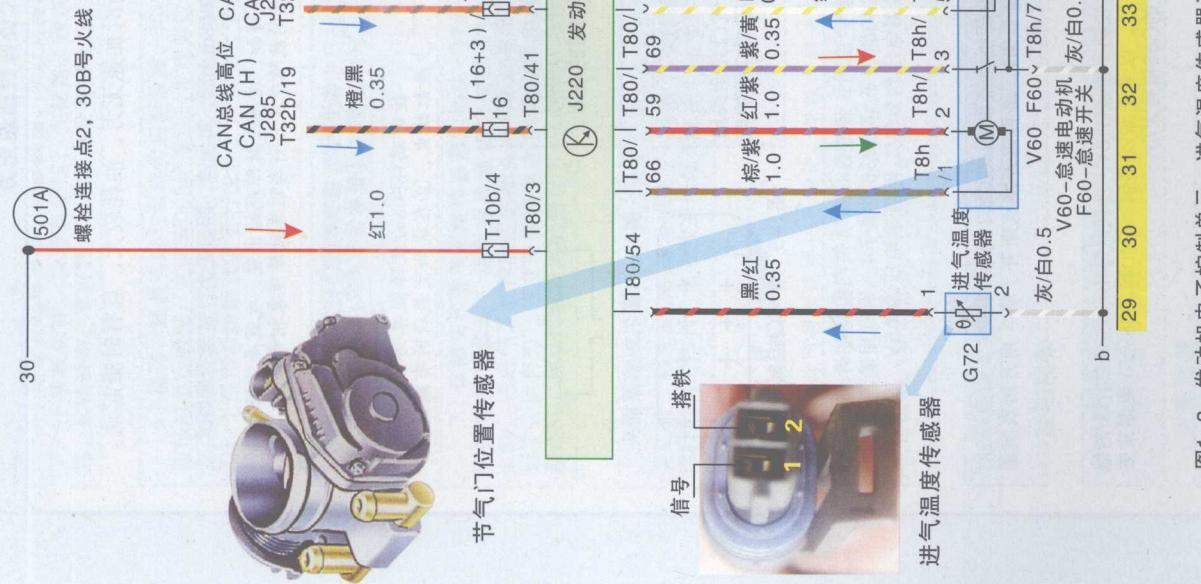

图1-3 发动机电子控制单元、进气温度传感器及节气门控制部件电路图
如图1-3所示，发动机进气温度传感器端子1接发动机控制单元J1220/T80/54，将进气温度信号传入控制单元，作为测量空气回量的参考信号；端子2与节气门控制部件J338，还有其他传感器如发动机温度传感器、爆燃传感器等集体接地。图中b线为共用接地点。接地点在发动机线束内。当发动机自诊断系统存储有冷却液温度传感器故障信息时，系统便用进气温度传感器G72作为替代信号输入控制单元进行发动机起动（起动温度替代值）。
J338为节气门控制部件，由图1-3可知，节气门控制部件包括了G69节气门电位计、G68怠速转换电位计、V60急速电动机和F60急速开关。传感器5V电压经T80/62端子控制节气门电位计，节气门电位计将节气门位置信号经T80/75输入控制单元，发动机控制单元根据怠速开关F60信号及G68怠速转换电位计的信号控制怠速电动机V60的工作，最后节气门控制部件经T8/h7端子通过b线接地。
6) 查阅电路图，此电源应从发动机控制单元J220的T80/62端子来，如图1-3所示。而在发动机室线束内有一连接点D101，是否该连接点断开了呢？用万用表测量G40端子1和J220端子T80/62，电阻无穷大。